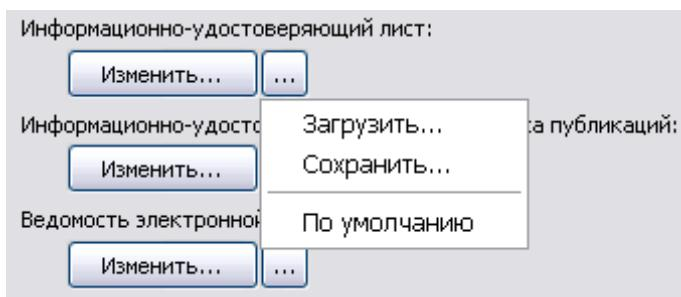

Рис. 1.23
- **Информационно-удостоверяющий лист.** Используется для сопровождения выпуска одного или комплекта электронных документов. Необходим для контроля целостности публикаций. В системе имеется стандартный шаблон информационно-удостоверяющего листа. Для его изменения нажмите на кнопку  **Изменить...**. После этого откроется файл word с названием signaturelist.doc, содержащий форму для заполнения информационно-удостоверяющего листа. При необходимости измените форму, сохраните и закройте файл. Кнопка  используется для загрузки шаблона из файла, сохранения шаблона в файл, загрузки формы информационно-удостоверяющего листа по умолчанию (Рис. 1.23).